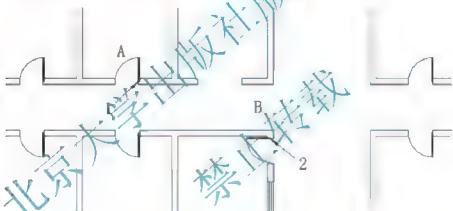

图 2.95 旋转 B 门
- ② 在选择对象: 提示下, 选择 B 门, 此时该门变虚, 按 Enter 键进入下一步命令。
- ③ 在指定基点: 提示下, 选择 2 点作为 B 门旋转的基点。
- ④ 在指定旋转角度, 或 [复制(C)/参照(R)] 提示下, 输入“90”, 按 Enter 键结束命令, 结果如图 2.95 所示。